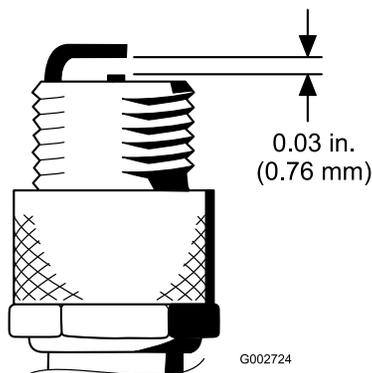

図 50
4. エアギャップを 0.76mm に調整する(図 50)。